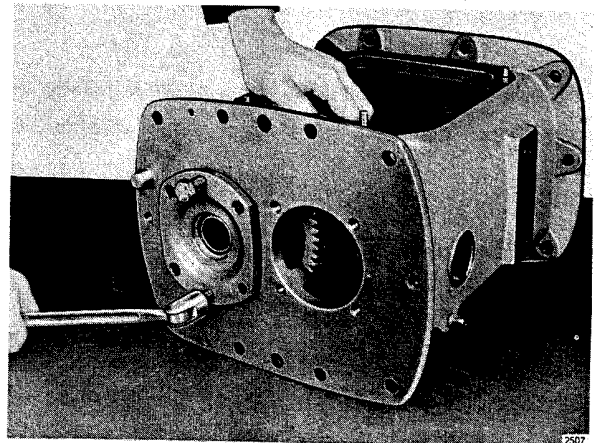

Fig. 86
15. Lossa skruvarna, som håller mellanaxelns främre lagerhus. Ta bort lagerhuset och eventuella shims. Sitter lagerhuset fast kan det lätt dras loss enligt fig. 86.